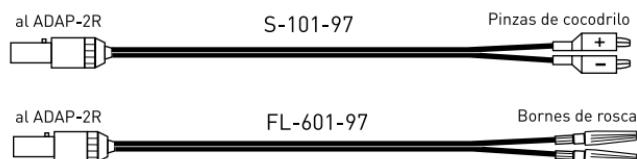

Fig. 13: Cable desecharable de Remington Medical Inc. (sólo EEUU)
- **El cable adaptador ADAP-2R es un cable reutilizable para conectar cables desechables según la fig. 13 (sólo para EEUU) al Reocor D (usar adaptador Redel).**